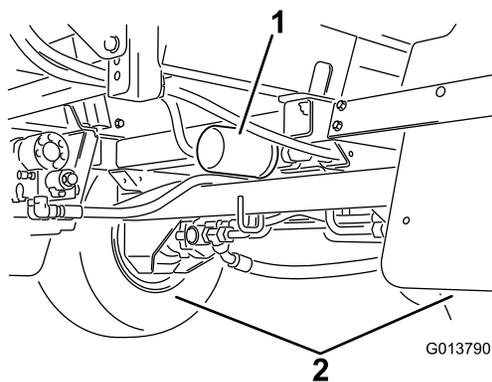

図 99
2. 車体についている 2 つの油圧フィルタを両方とも取り外す 図 98 と 図 99。